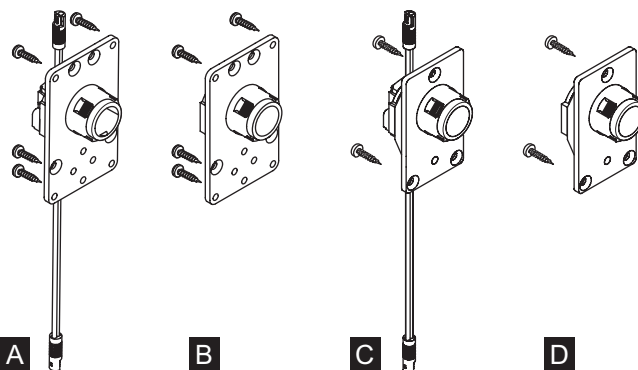

Fig. 2: Ausführung der verschiedenen Steckhülsen
- Mono 20 P/L Steckhülsen-Set mit Stromkabel (Fig. 2/A)
- Mono 20 P/L Steckhülsen-Set ohne Elektrifizierung (Fig. 2/B)
- Mono 20 P/L light Steckhülsen-Set mit Stromkabel (Fig. 2/C)
- Mono 20 P/L light Steckhülsen-Set ohne Elektrifizierung (Fig. 2/D)